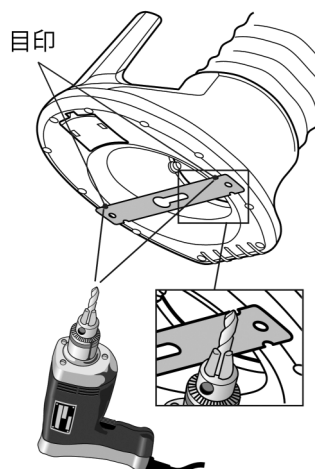

Fig. 1
- 1) フィルター取付用プレートの穴ピッチに合わせ、フード開口部の中心に取付けられるように、ドリルでΦ3の穴を開けてください。（Fig. 1）